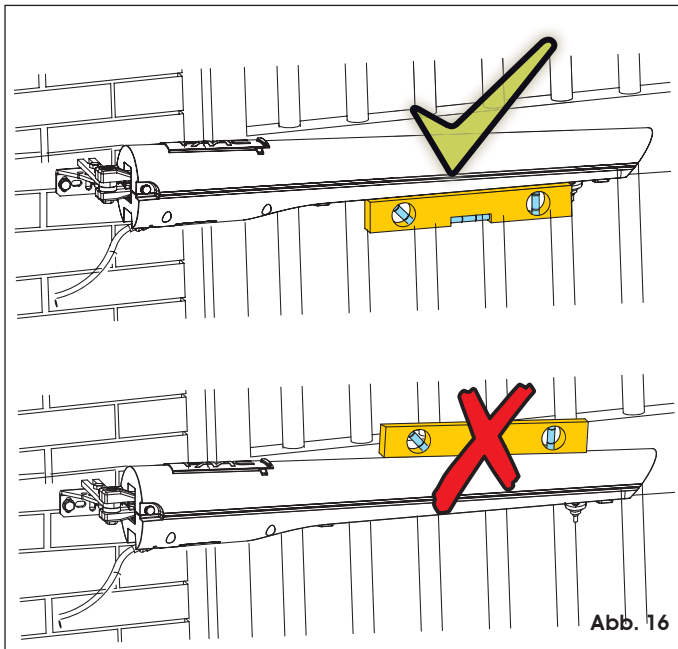

Abb. 16
9. Mit einer Wasserwaage sicherstellen, dass der Antrieb perfekt waagrecht ist (siehe Abb. 16) und mit Klammern oder zwei Schweißpunkten provisorisch befestigen